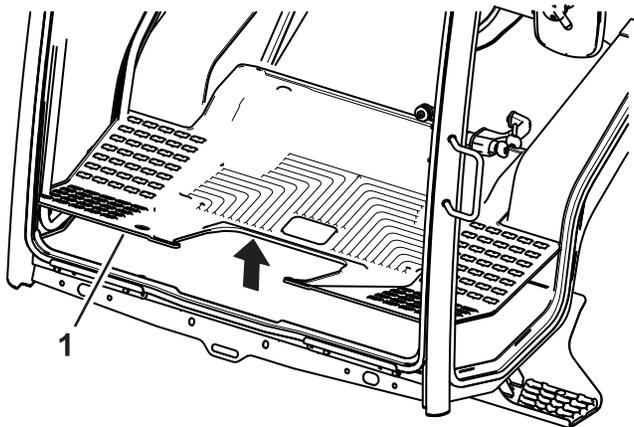

Figura 10
1. Retire la alfombrilla de goma existente (Figura 10).